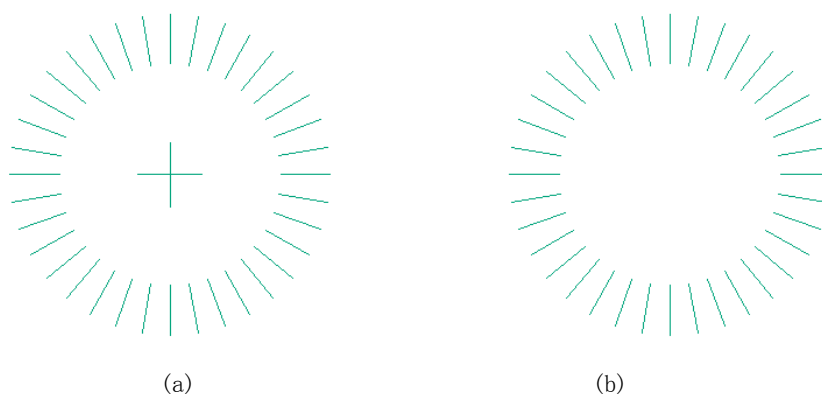

图 9-11 修改图块
用 Bedit 命令将图 9-11 (a) 所示的图块删除中心标记,修改成如图 9-11 (b) 所示。其操作步骤如下:
3) 删除块的中心标记后点【保存块】按钮，再点【关闭编辑器】按钮，则退出块编辑器区域返回绘图区域，可以得到如图 9-11 (b) 的效果。